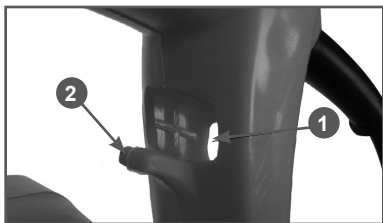

Рис. 3 Расположение элементов фиксации кабеля удлинителя
3. Подключите устройство к удлинителю. Для предотвращения случайного отсоединения вилки сетевого кабеля от розетки удлинителя, на корпусе устройства в районе задней рукоятки предусмотрены отверстие 1 и крючок 2 фиксации кабеля удлинителя (Рис. 3).
Для подключения устройства к удлинителю: сделайте на конце удлинителя петлю, сгиб петлю просуньте в отверстие и наденьте на крючок (Рис. 3).